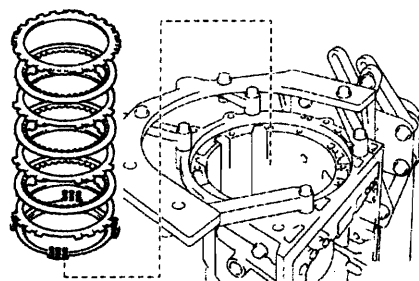

图 12-1-44
②如图 12-1-44 所示, 从壳体上拆下法兰、制动活塞回位弹簧、3 个片和 3 个盘。